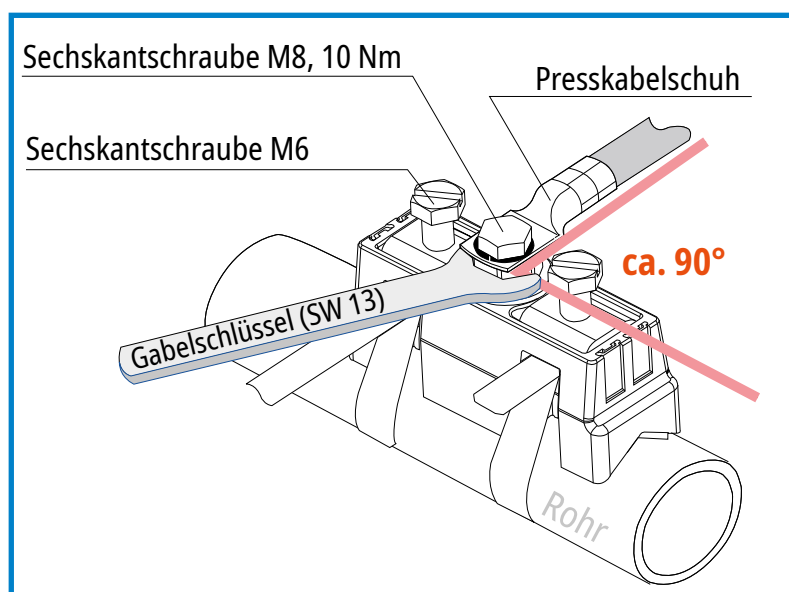

Fig. 3.4 Anschluss Presskabelschuh
- ➔ Beim Anschließen der Leiter (über Presskabelschuh) an die Ex-BRS 27 mittels der Schraube M8, ist ein Gegenhalten des Kontaktbolzens mit einem Gabelschlüssel (SW 13) erforderlich (Anzugsdrehmoment 10 Nm). Dabei muss sichergestellt sein, dass die Anschlussleitung inkl. Presskabelschuh **nicht** die Spanneinheit (Sechskantschraube M6, Spannkopf und Spannband) oder das Rohr berührt (siehe Fig. 3.4).